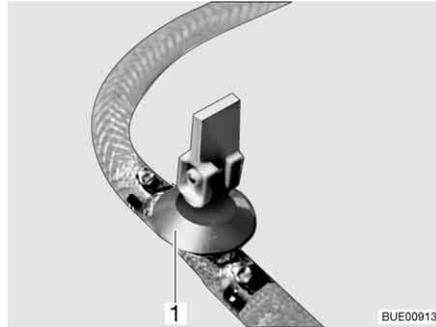
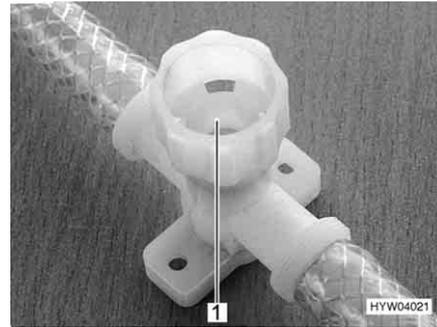

Bild 156 Ablasshahn (mit Kipphebel)
Bild 157 Ablasshahn (mit Drehkappe)
- Alle Ablasshähne schließen. Dazu den Kipphebel des Ablasshahns (Bild 156, 1) waagrecht stellen oder die Kappe des Ablasshahns (Bild 157, 1) im Uhrzeigersinn drehen.